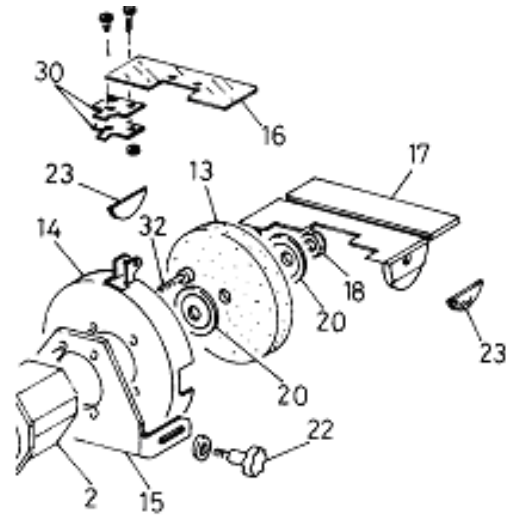

Figure 3
3. Retirez la table (17 fig.3) à l'aide des vis (22 fig.3).
4. Dévissez l'écrou (18 fig.3) en utilisant une clé plate ainsi qu'une clé six pans.
5. Insérez la clé six pans à l'extrémité de l'arbre et la clé plate sur l'écrou (18 fig.3).
6. Démontez le flasque extérieur du carter de meule (20 fig.3).
7. Remplacer la meule (13 fig.3) usagée par une meule neuve (s'assurer de la propreté des flasques et de l'arbre de montage avant de remonter une meule).
10. Revisser et bloquer fermement, mais sans exagération, l'écrou de serrage (18 fig.3). En effet, celui-ci tend à se bloquer par sa propre inertie.
11. Remonter la table (17 fig.3).